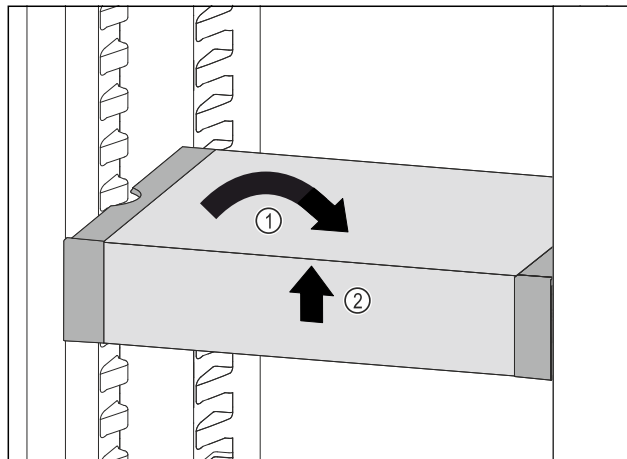

Fig. 88
- ▶ Collocare VarioSafe in maniera dritta. Fig. 88 (1)
- ▶ Sollevare VarioSafe dal lato anteriore. Fig. 88 (2)